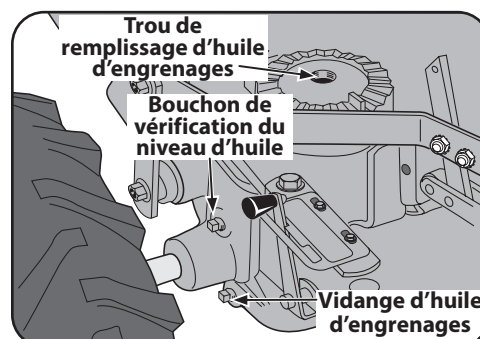

Figure 5-8
2. Avec une clé de 3/4 po (ou une clé à douille), enlevez le boulon qui retient la base du guidon à la partie supérieure de la transmission (soutenez d'abord le guidon pour l'empêcher de tomber). Puis, débranchez le faisceau de fils de verrouillage de la marche avant au bas du guidon. Placez la base du guidon et les boulons sur une surface propre. Le trou du boulon sur le dessus de la transmission est le trou de remplissage d'huile. Voir Figure 5-8.
3. Versez lentement l'huile d'engrenages dans la transmission à l'aide d'un entonnoir propre. Arrêtez de verser quand l'huile commence à s'échapper du trou de vérification du niveau d'huile situé sur le côté gauche de la transmission. Voir Figure 5-8.
1. Placez un contenant peu profond sous le bouchon de vidange de la transmission. Voir Figure 5-8.